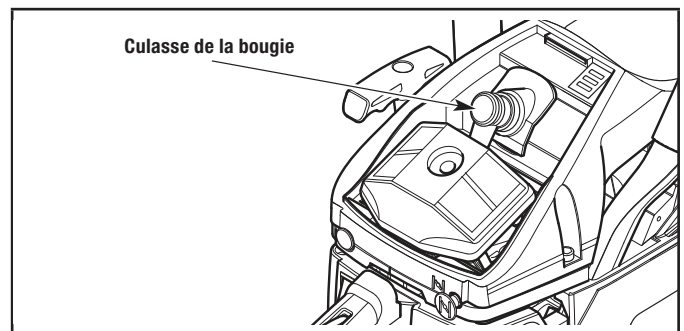

Figure 44
4. Saisissez fermement le couvre-borne de bougie et retirez-le de la bougie (Fig. 44).